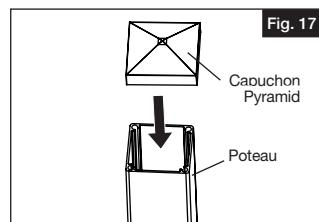

Fig. 17
- Installer un capuchon Pyramid sur chaque poteau (Fig. 17).